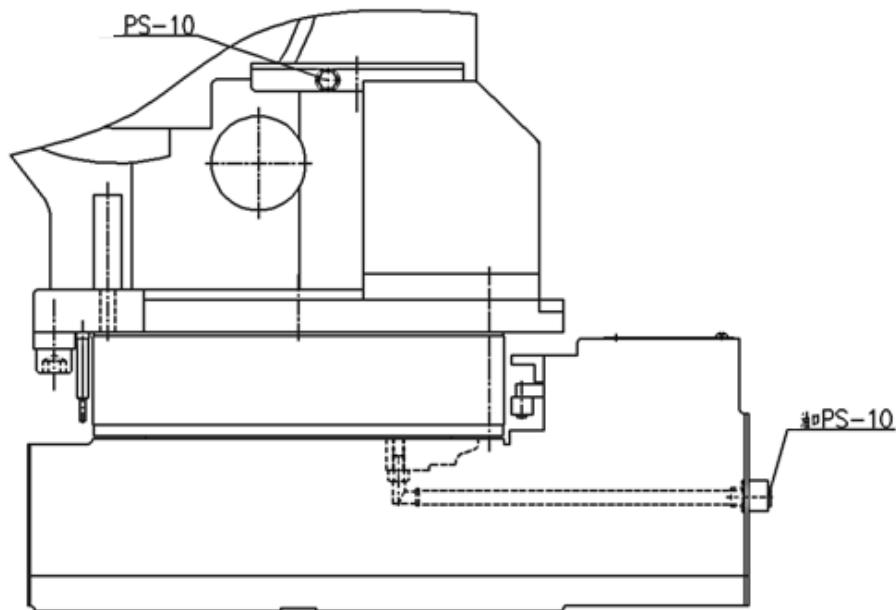

图 11 J1 轴减速机局部结构
电池组的安装位置见图 11。
(1) 油脂补充步骤（参考 图 11）
- ③ 安装排油口堵塞前，运动 J1 轴几分钟，使多余的油脂从排油口排出；
- ④ 用布擦净从排油口排出的多余的油脂，在排油口安装堵塞。堵塞的螺纹处要缠生胶带并用扳手拧紧。
(2) 油脂更换步骤（参考 图 11）